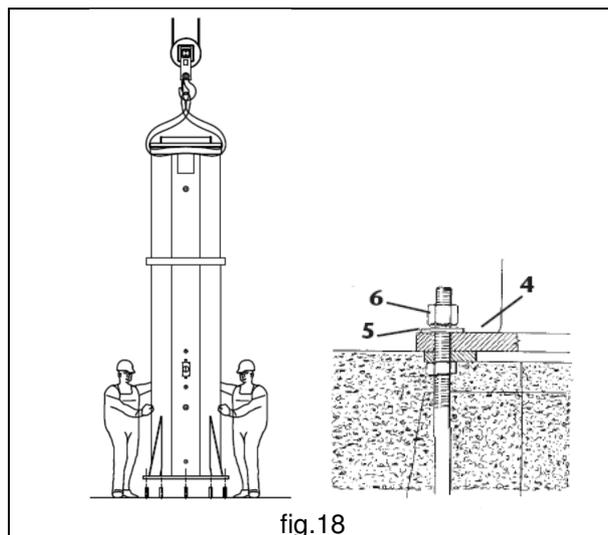

fig.18
3. Erigere la colonna sollevandola utilizzando mezzi di sollevamento idonei allo scopo, ovvero gru a ponte o gru mobile e relative imbracature di portata e caratteristiche adeguate alla massa da movimentare. (fig.18)
4. Montare la colonna sulla cornice di fondazione facendo combaciare ed infilando i fori della piastra di base **4** sulla porzione filettata dei tirafondi sporgenti dal plinto, fissandola successivamente con i dadi **6** previa interposizione delle relative rondelle piane **5**.(fig.18)